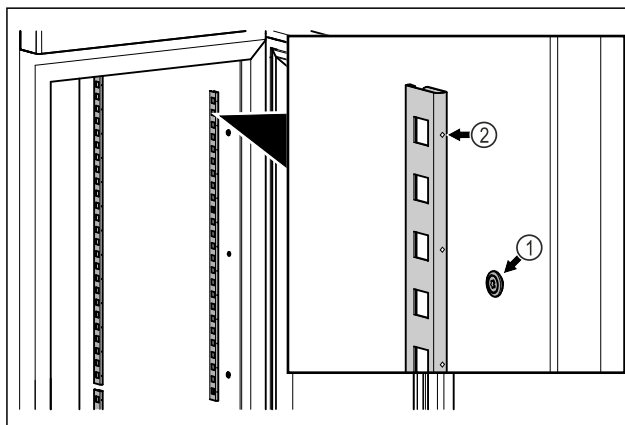

Fig. 15 Exempel
- ▶ Haka fast haklisterna i upphängningen Fig. 15 (1). Markeringen Fig. 15 (2) måste peka framåt.